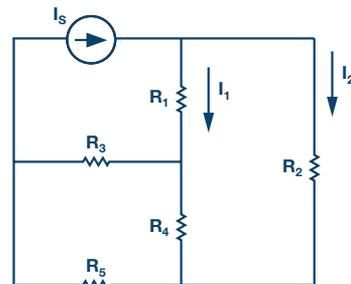

图8. 示例电路
- ▶ 2. 对于图 8 所示电路, 能否应用分流获得 I_1 和 I_2 ? 请简要说明。